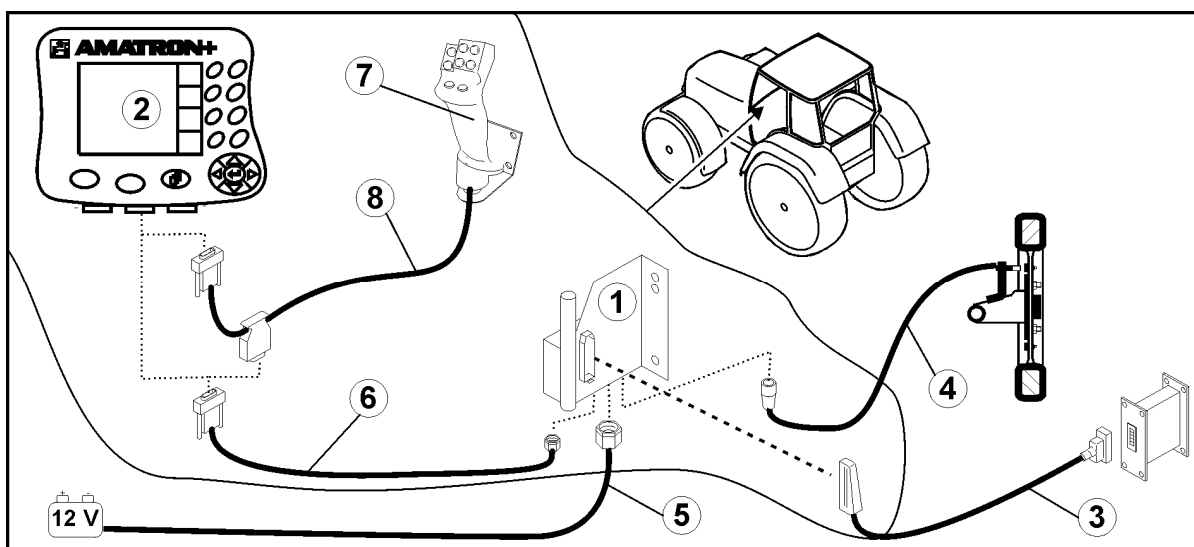
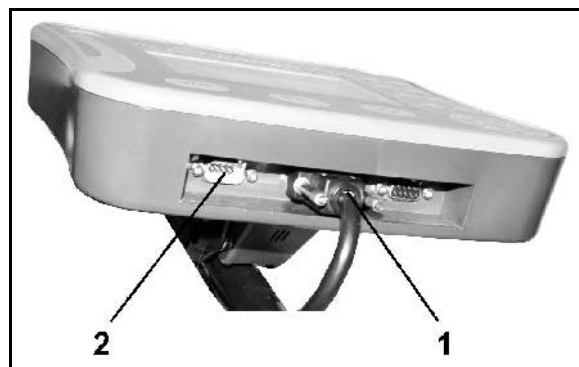

Fig. 1
Fig. 2
- Traktorens basisudstyr (Fig. 1/1) (konsol med fordeler) skal monteres svingningsfrit og elektrisk ledende på kabinen i syns- og gribeområdet til højre for føreren.
- Batteritilslutningskabel (Fig. 1/5).
- Signalkabel til stikdåsen til traktorsignalet eller vejstrækningssensoren (Fig. 1/4).
- Forbindelseskabel til **AMATRON⁺** (Fig. 1/6).
- Monter **AMATRON⁺** (Fig. 1/2) på traktorens basisudstyr.
- Sæt forbindelseskablets stik (Fig. 1/6) i den midterste 9-polede sub-D-bøsning (Fig. 2/1).
- Slut ved hjælp af maskinstikket (Fig. 1/3) maskinen til **AMATRON⁺**.
Multifunktionsgrebet (Fig. 1/7) tilsluttes via et Y-kabel (Fig. 1/8).
- Det serielle interface (Fig. 2/2) gør det muligt at tilslutte en PDA.